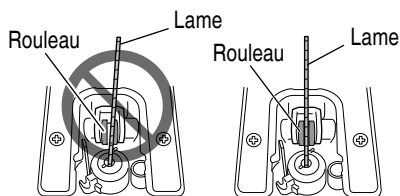

Fig. 11
- S'assurer que la lame est située dans la rainure du rouleau. (Fig. 11)